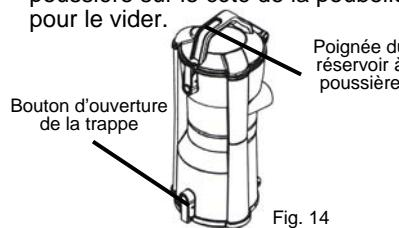

Fig. 14
1. Pour vider le réservoir à poussière, tenez le réservoir à poussière par la poignée au-dessus de la poubelle et appuyez sur le bouton d'ouverture de la trappe qui est situé sur la partie inférieure avant du réservoir à poussière pour ouvrir la trappe. (Fig. 14)